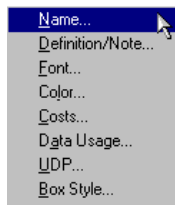
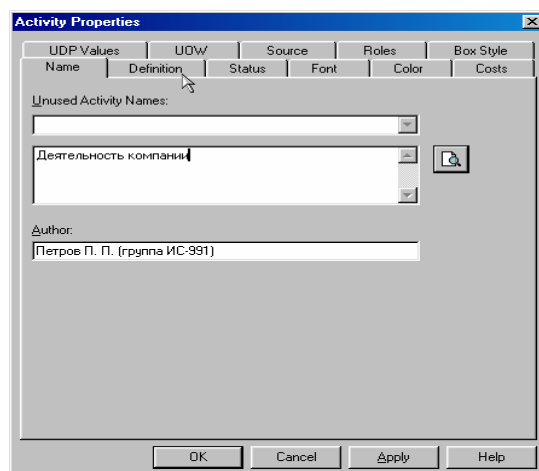

Рис. 15. Контекстное меню для работы с выбранной опцией **Name**
Рис. 16. Присвоение работе названия
По умолчанию в отчет включается только имя объекта. Для включения других свойств необходимо с помощью меню **Edit/Properties** или соответствующей кнопки на панели инструментов вызвать диалог **Properties**. На рис. 16 показана вкладка **Property Tree**, содержащая иерархический список свойств секции **Activity**, который позволяет включить в отчет свойства работы. Вкладка **Table** позволяет изменить стиль, размер и цвет шрифта секции. В зависимости от типа редактируемого объекта диалог **Properties** может иметь дополнительные вкладки.
11. Перейдите на контекстную диаграмму и правой кнопкой мыши щелкните по прямоугольнику, представляющему в нотации **IDEF0** условное графическое обозначение работы. В контекстном меню выберите опцию **Name** (рис. 15). Во вкладке **Name** внесите имя "Деятельность компании" (рис. 16).